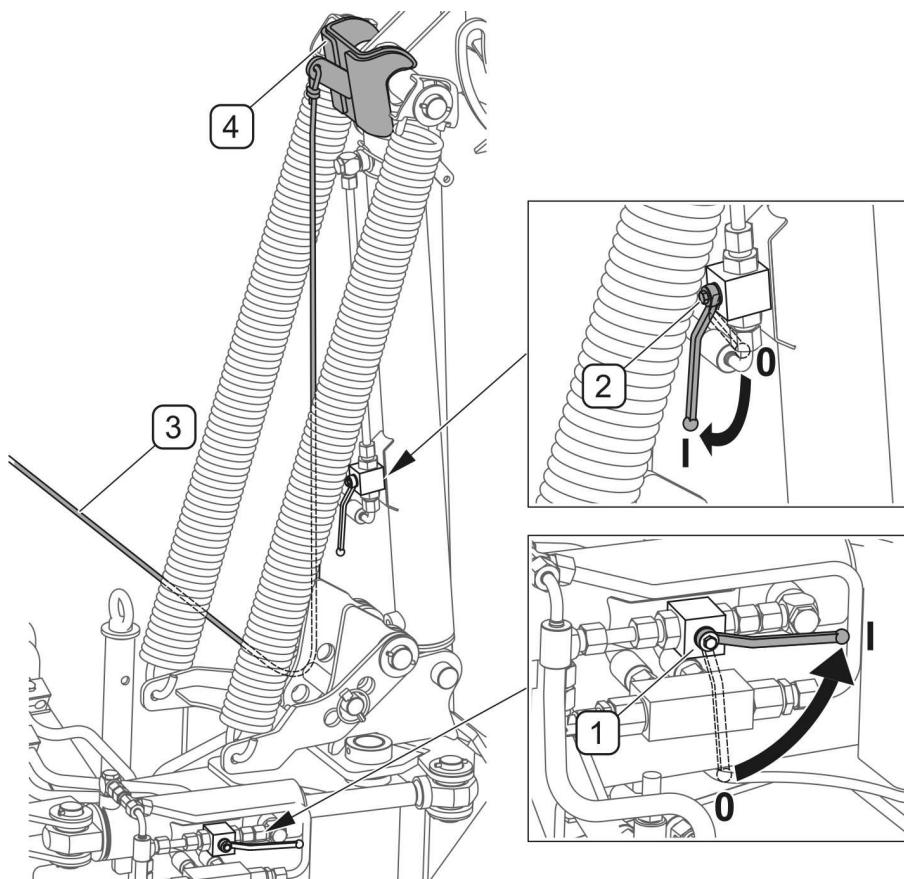

РИСУНОК 4.6 Установка косилки в рабочее положение
- клапаны (1) и (2) гидроцилиндров откидывания и гидроцилиндров подъема перевести в открытое положение "I" (РИСУНОК 4.6),